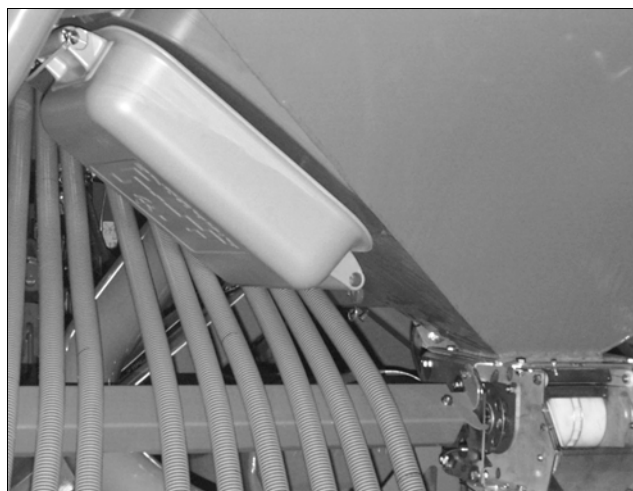

Fig. 52
- opfangningsbeholderne (Fig. 52) anbringes i holderne og sikres med ringbolte